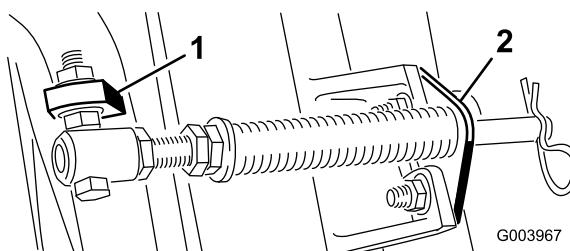

**Figure 4**
- A. Retirez les 2 boulons de carrosserie et les écrous qui fixent le support de tige aux pattes du plateau de coupe (Figure 4).
- B. Retirez l'écrou à embase qui fixe le boulon du tube de ressort à la patte du bâti porteur (Figure 4). Déposez l'ensemble.